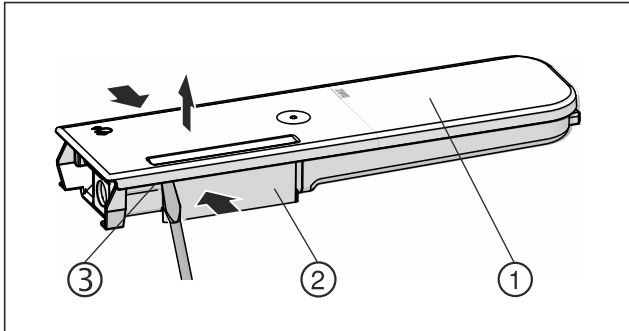

Fig. 146
- ▶ Presionar el depósito de agua *Fig. 146 (2)* y hacer palanca con cuidado en la tapa *Fig. 146 (1)* sobre los pestillos *Fig. 146 (3)* y tirar de ella hacia arriba.
- ▶ Mover suavemente la tapa *Fig. 146 (1)* hacia delante y hacia atrás y retirarla hacia arriba.